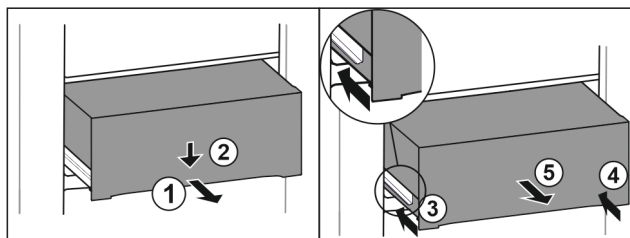

Fig. 112
- ▶ Extraiga el cajón hasta la mitad. Fig. 112 (1)
- ▶ Presionar hacia abajo el cajón de la parte delantera. Fig. 112 (2)
- ▶ Introducir el carril izquierdo unos 2 cm. Fig. 112 (3)
- ▶ Introducir el carril derecho unos 2 cm. Fig. 112 (4)
- ▶ Extraiga el cajón hacia delante. Fig. 112 (5)